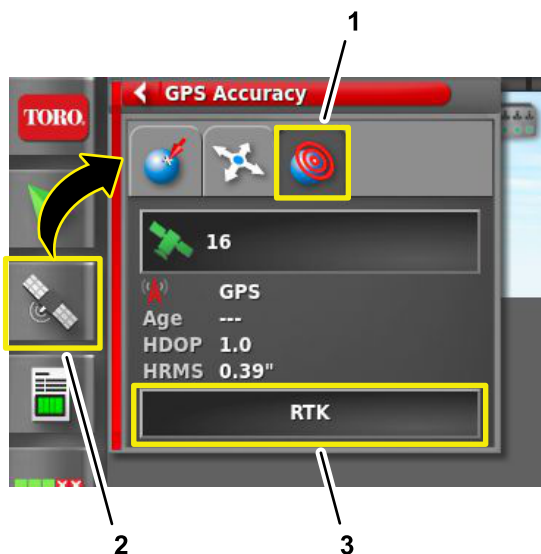

Рисунок 208
- На управляющей консоли GeoLink нажмите на значок ИНФОРМАЦИИ о GPS (Рисунок 208).